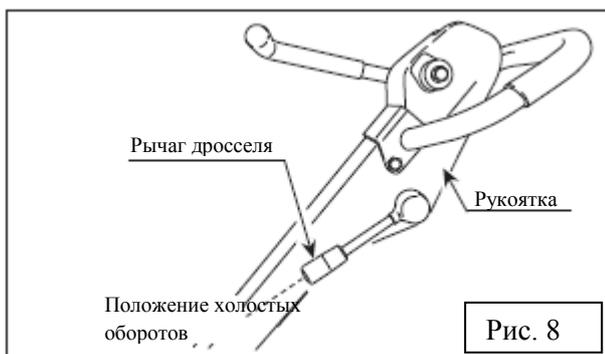

Рис. 8
3. Переместите рычаг дросселя в положение холостых оборотов (рис. 8).